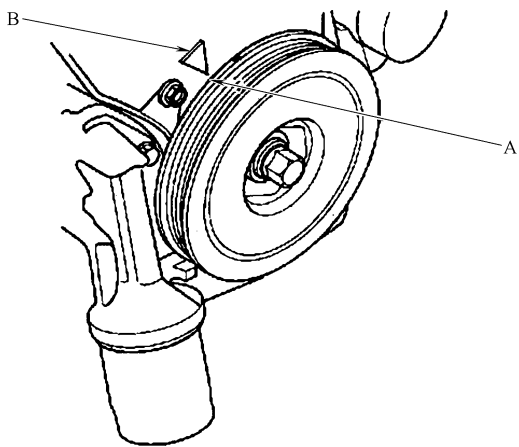

图 23-1 白色标记 A 与指针 B 对齐
- 2) 转动曲轴，使白色标记 A 与指针 B 对齐 (图 23-1)。